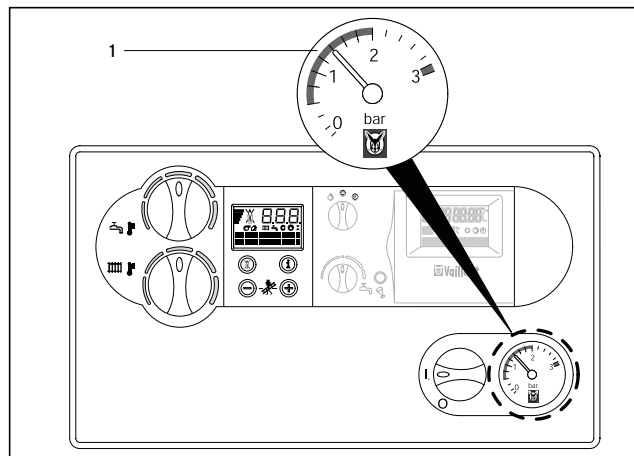

Рис. 3.20 Заполнение аппарата и системы отопления
Для безупречной работы системы отопления при холодной системе стрелка на манометре (1) должна находиться в области давления при наполнении 1,0-2,0 бар (рис. 3.20). Если стрелка находится ниже 0,8 бар, добавьте воду в систему.